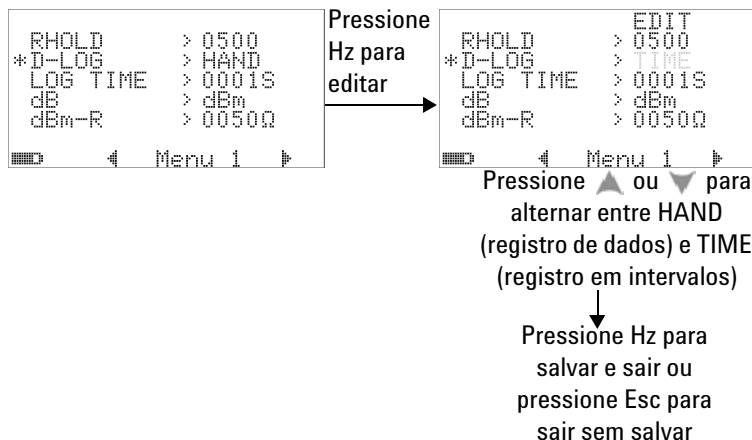

Figura 4-3 Configuração do registro de dados
- 1 Defina como “HAND” para habilitar o registro de dados manual (hand) ou como “TIME” para habilitar o registro de dados em intervalos (time). Consulte a Figura 4-3 a seguir.